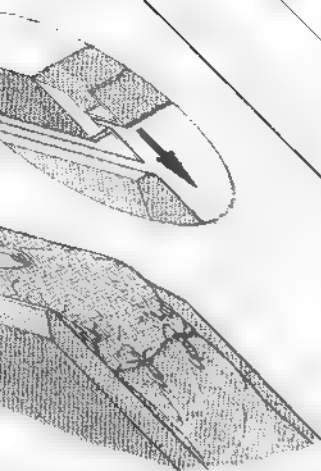

Fig. 25
Lors du montage du matelas isolant, veiller à l'orifice supérieur de nettoyage du collecteur de fumées (fig. 25).
- Poser le matelas isolant sur le collecteur de fumées et introduire ses extrémités gauche et droite sous la traverse (fig. 25).
- Fixer le matelas isolant devant et derrière à l'aide de 2 ressorts tendeurs à l'isolation périphérique (fig. 25).
- Poser le capot sur les parois latérales, de façon à ce que ses arêtes se trouvent à l'intérieur des parois (fig. 25).